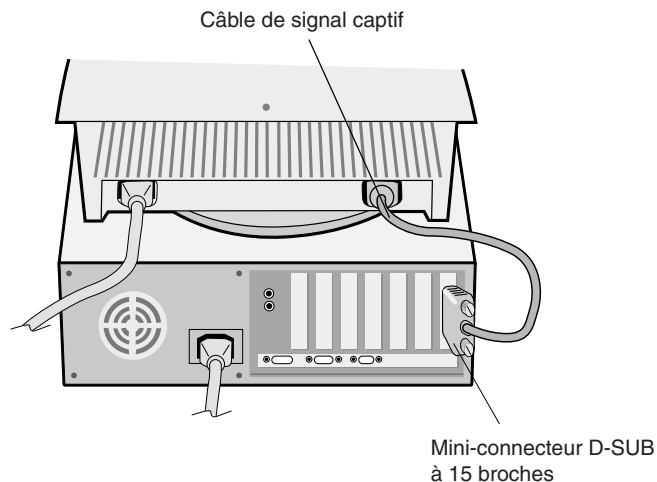

Figure A.1
3. **Pour un PC** : branchez le mini-connecteur D-SUB à 15 broches du câble de signal vidéo captif au connecteur de la carte graphique de votre ordinateur (**Figure A.1**). Serrez toutes les vis.